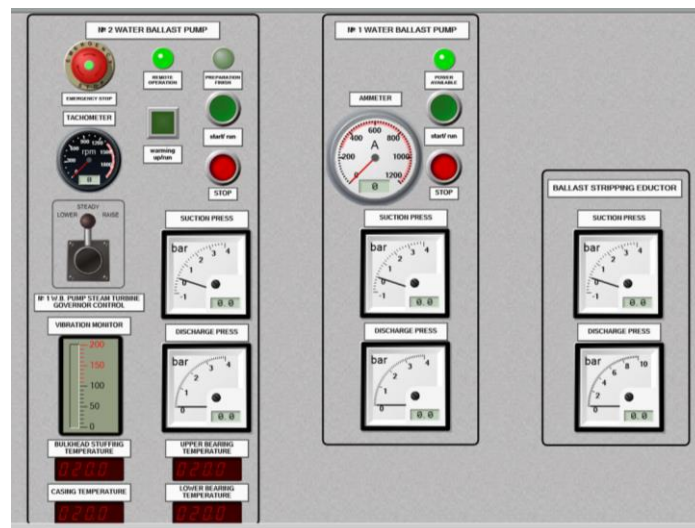

Figura 61- Ballast Pumps And Eductor Console
5. En primer lloc, activarem només una de les bombes, en aquest cas la número 2 (que és la que funciona a base de vapor). Per fer-ho anirem al seu menú: *Ballast Pumps And Eductor Console* (Figura 61).